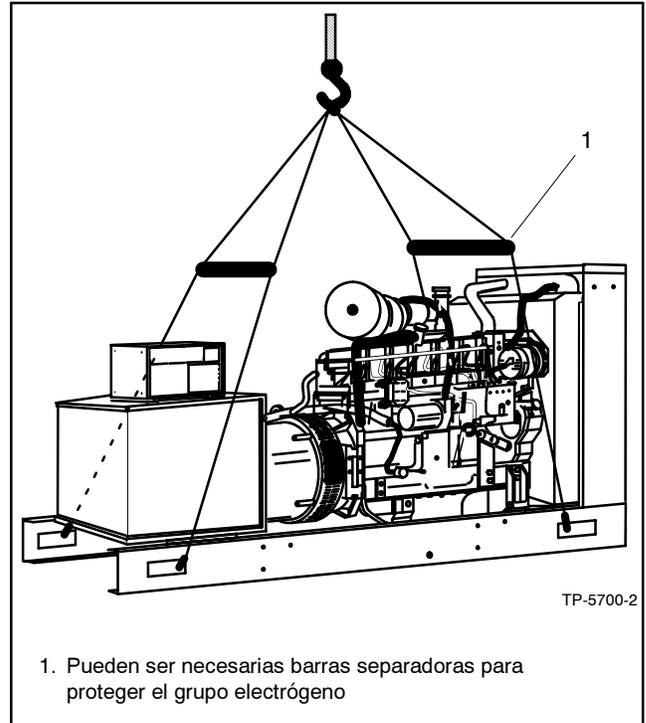

Figura 2-2 Grupo electrógeno con ganchos de izar en el patín
- Ice el grupo electrógeno insertando los ganchos de izar en los orificios de izamiento del patín. Use un aparato de ganchos y cables unido en un solo punto de montaje. Consulte la Figura 2-2. Si los cables entran en contacto con cualquier componente del grupo electrógeno, use barras separadoras levemente más anchas que el patín del grupo electrógeno para evitar el daño al mismo. Aplique sólo fuerza vertical al patín durante el izamiento.